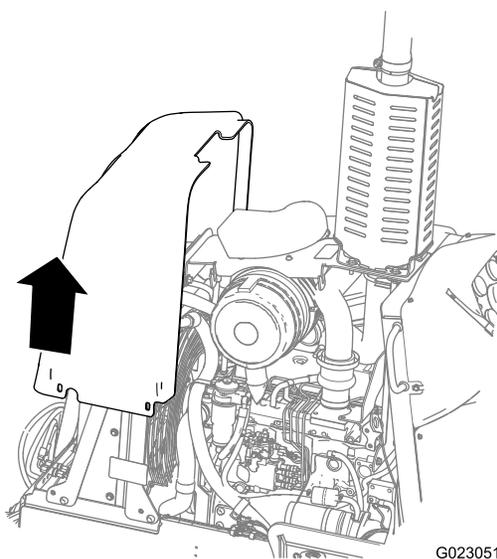

Figura 40
4. Desloque o painel dianteiro diretamente para cima, removendo-o da máquina (Figura 40).
2. Abaixue o painel dianteiro diretamente sobre a máquina (Figura 40).